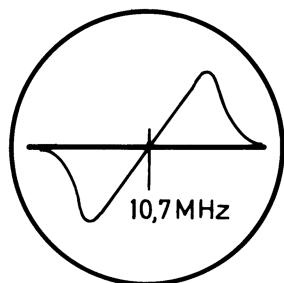

Abb. 4
- Fl. 3 und 4 auf maximale Verstärkung und symmetrische Demodulator(S)-Kurve abgleichen Nulldurchgang soll auf 10,7 MHz-Marke liegen, siehe Abb. 4).
- Adjust Fl. 3 and 4 for maximum gain and symmetrical demodulator (S) curve. (Zero transition should be on 10.7 MHz mark. See Fig. 4.)